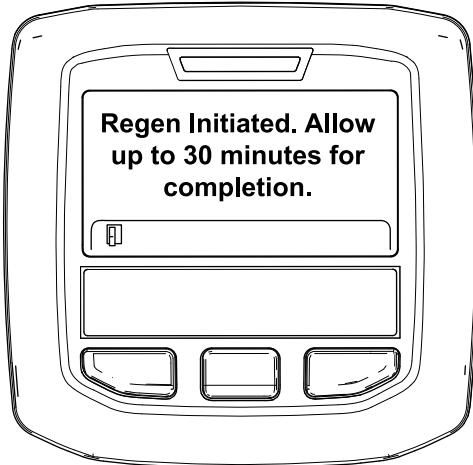

Figura 52
- Se la rigenerazione è consentita, nell'InfoCenter viene visualizzato il messaggio "Regen Initiated. Allow up to 30 minutes for completion" (Rigen. inizializzata. Attendere fino a 30 minuti per il completamento), attendete il completamento del processo di rigenerazione parcheggiata da parte della macchina (Figura 52).